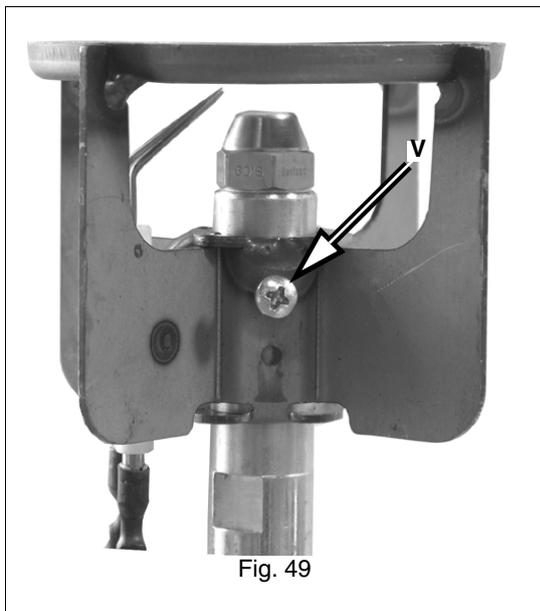
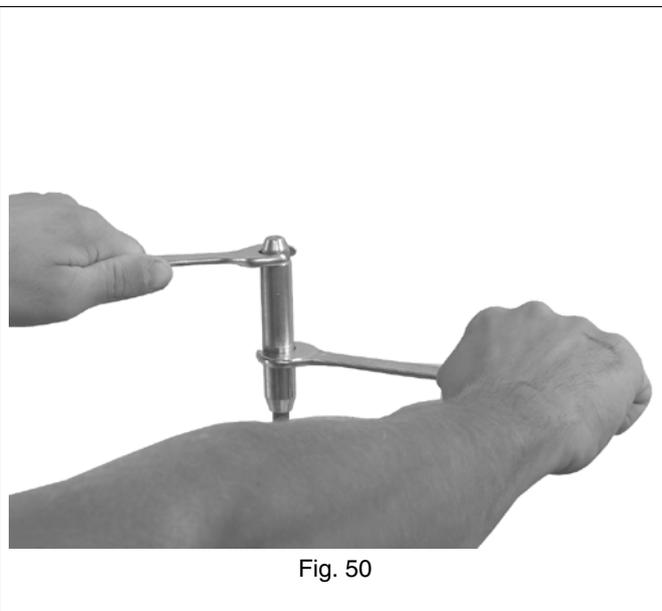

Fig. 49
Fig. 50
- Svitare la vite **V** che fissa la testa di combustione e rimuovere la testa dal portaugello (Fig. 49 - Fig. 50).